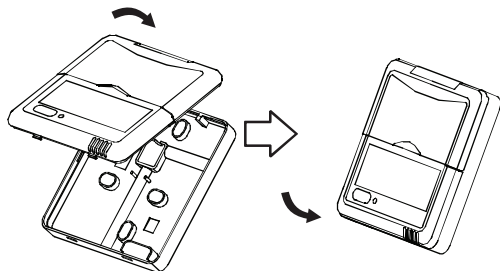

Рис. 3-10
- Приложите верхнюю панель к нижней и прижмите. Будьте осторожны, не прищемите провода при монтаже. (рис. 3-10).